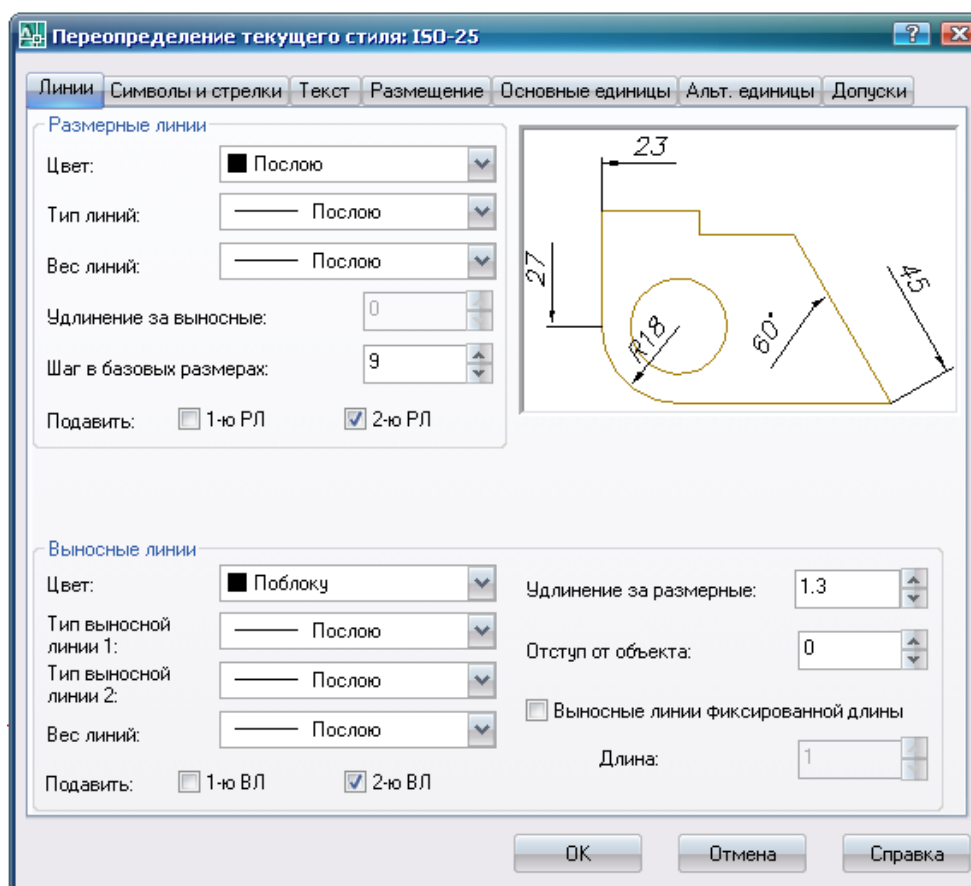

Рис. 5.19. Окно **Переопределение текущего стиля**
**Шаг 2.** В этом окне нажать кнопку **Редактировать**, в открывшемся окне **Переопределение текущего стиля** нажать кнопку **Линии**, затем в поле **Размерные линии** выбрать: **Подавить 2-ю РЛ**, а в поле **Выносные линии** выбрать: **Подавить 2-ю ВЛ** (рис. 5.19).